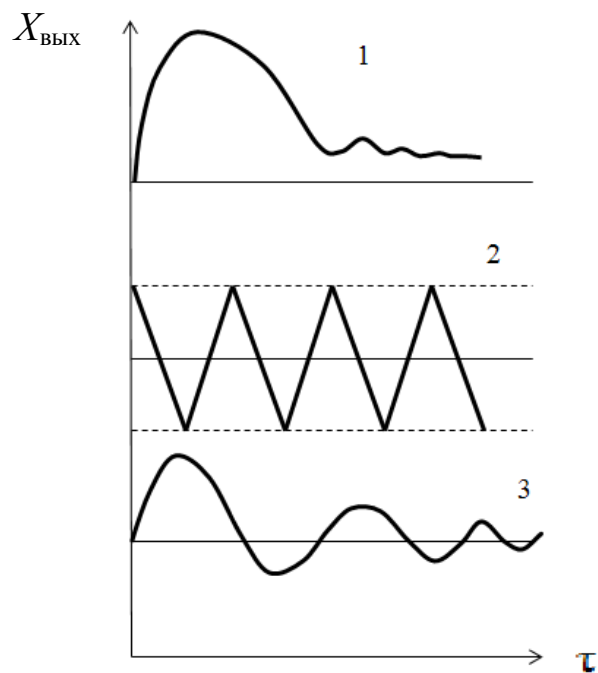

Рис. 2
2. Укажите, какой из приведенных на рис. 2 переходных процессов регулирования (1, 2 или 3) характерен для системы с интегральным (астатическим) регулятором.